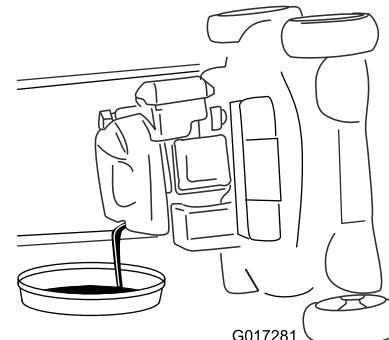

Figure 31
- Retirez la jauge et laissez l'huile usagée s'écouler dans le bac de vidange (Figure 31).